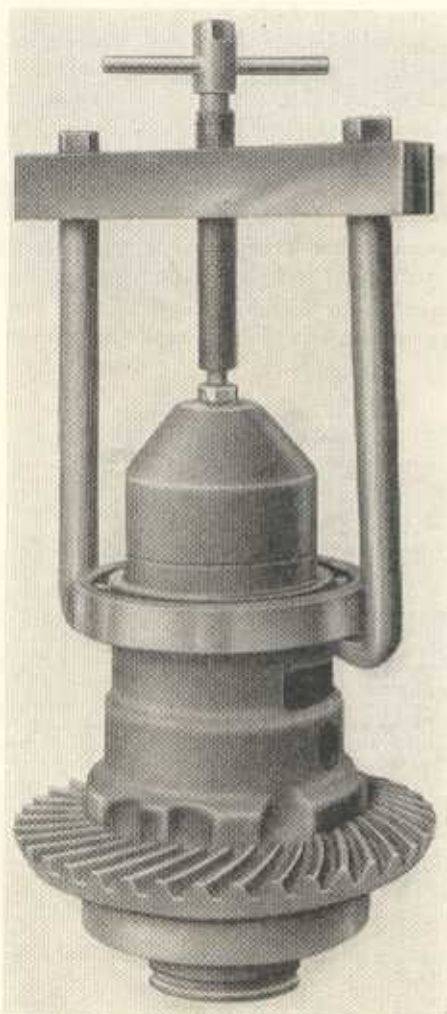

Bild G 118. Rillenkugellager abziehen
1. Zwei Rillenkugellager 6017 nacheinander mit Abzieher W-420 938 abziehen (Bild G 118). Sicherungsbleche der zehn Sechskantschrauben am Tellerrad abbiegen und Sechskantschrauben heraus-